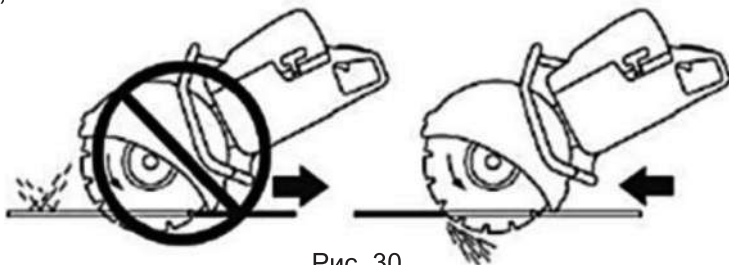

Рис. 30
7. Не давайте бензорезу останавливаться на одном месте, а постоянно перемещайте его в одном направлении или туда и обратно вдоль разметки (рис. 30). Резание в одной точке может вызвать накопление тепла, которое может повредить или оплавить диск. Слишком сильное нажатие при резании также вызывает перегрев диска.
12. Резка тонких и твердых материалов (например, крыш, покрытых листовым металлом) должна проводиться в направлении вперед для лучшей управляемости (рис. 30).